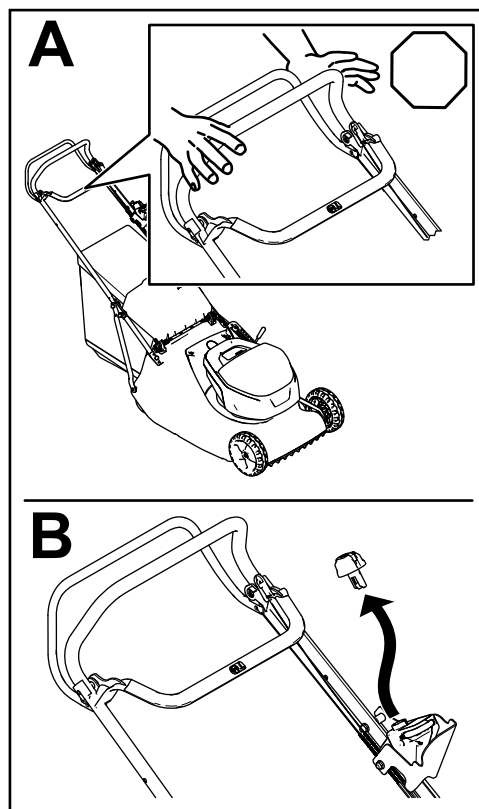

Figura 21
1. Rilasciate la barra di comando della lama (A della Figura 21).
2. Rimuovete il pulsante di avviamento elettrico dall'interruttore dell'avviatore elettrico (B della Figura 21).